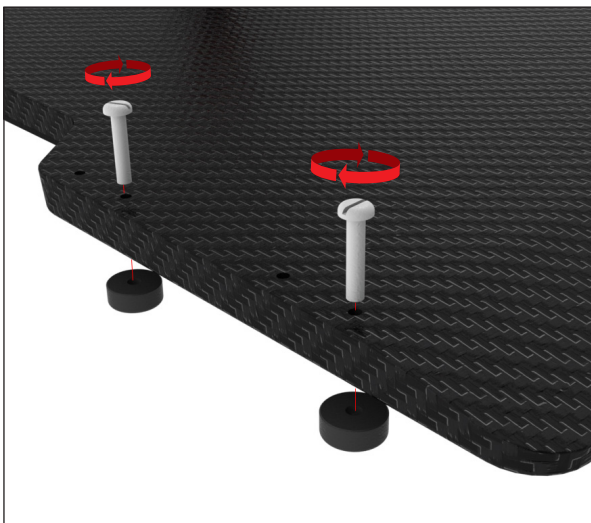

図18
2. 残り2枚の位置決めディスクを、最初の2枚のディスクの反対側に取り付けます。ここではそれぞれ対応する孔に $\frac{1}{4}$ -20 x 1  $\frac{1}{4}$ インチのネジを1本ずつ使用して取り付けます (図18)。